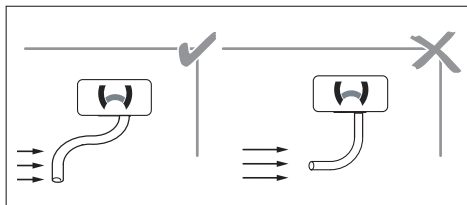

Bild 20: Inriktning avgasutsläpp
- ✓ Avgaser får inte släppas ut direkt i körriktningen. Se Bild 20.